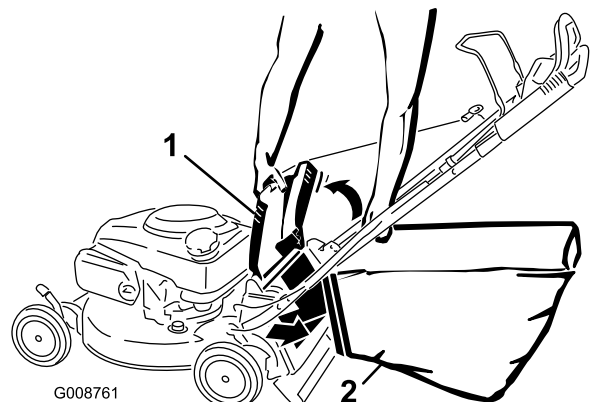

Figure 22
5. Accrochez le bord supérieur avant du bac sur les crans (Figure 22).